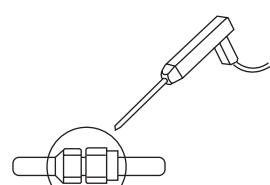

Рис. 4-3
- Проверьте утечку хладагента в соединительных деталях с помощью обнаружителя газовой утечки или мыльных пузырей как показано на Рис. 4-3.